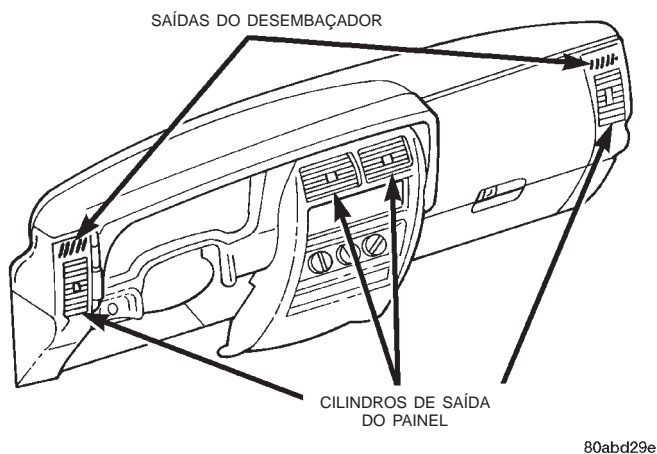

Fig. 61 Cilindros de Saída do Painel
(1) Use uma vareta de guarnição ou uma outra ferramenta larga adequada com lâmina achatada para empurrar levemente o cilindro de saída do painel para fora do compartimento de saída do painel (Fig. 61). O cilindro fixo é fixo com uma adaptação de elve pressão.